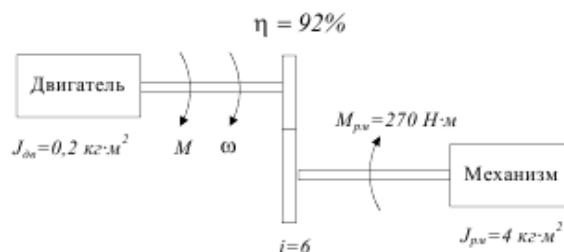

Рисунок 1
**Задача 1:** Определите приведенные к валу двигателя момент статической нагрузки  $M_C$  и момент инерции  $J$  (рис.1).